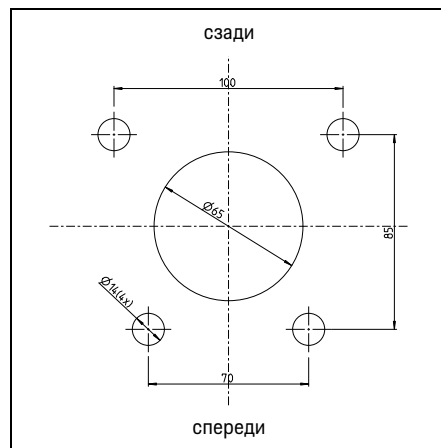

Рис. 2. Разметка отверстий
- Размеры анкерных шпилек — см. рис. 2.